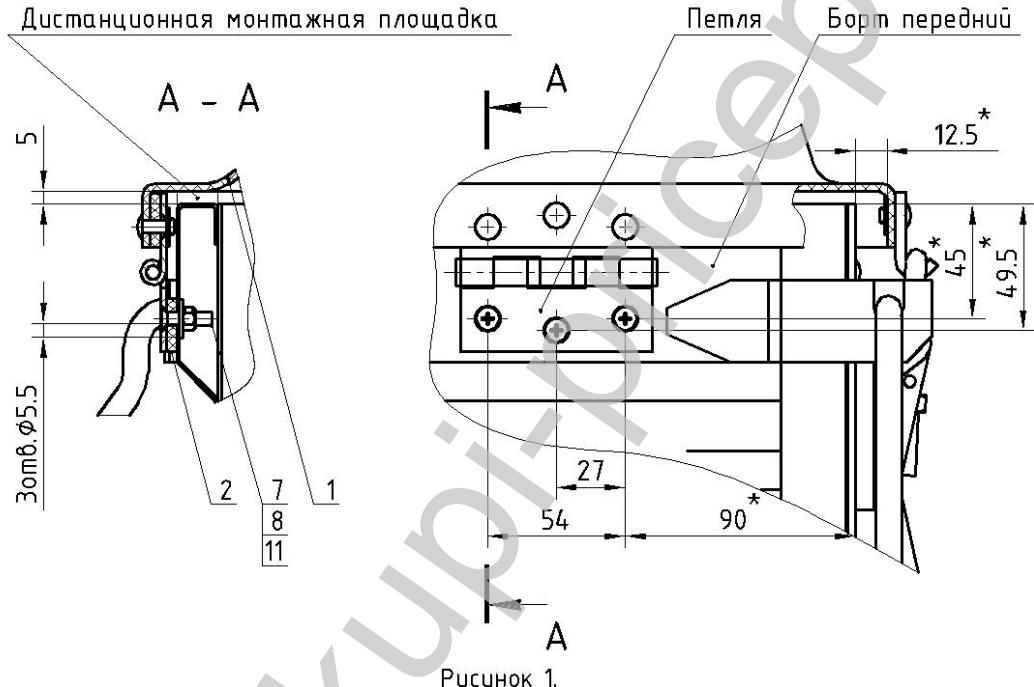

Рисунок 1.
2. Приподнять переднюю часть крышки и положить между передним бортом прицепа и передней частью рамки крышки дистанционную монтажную прокладку толщиной 5мм (рис. 1).
3. Просверлить отверстия Ø5.5мм для крепления крышки, используя петли как шаблон, в переднем борту прицепа, как показано на рис.1